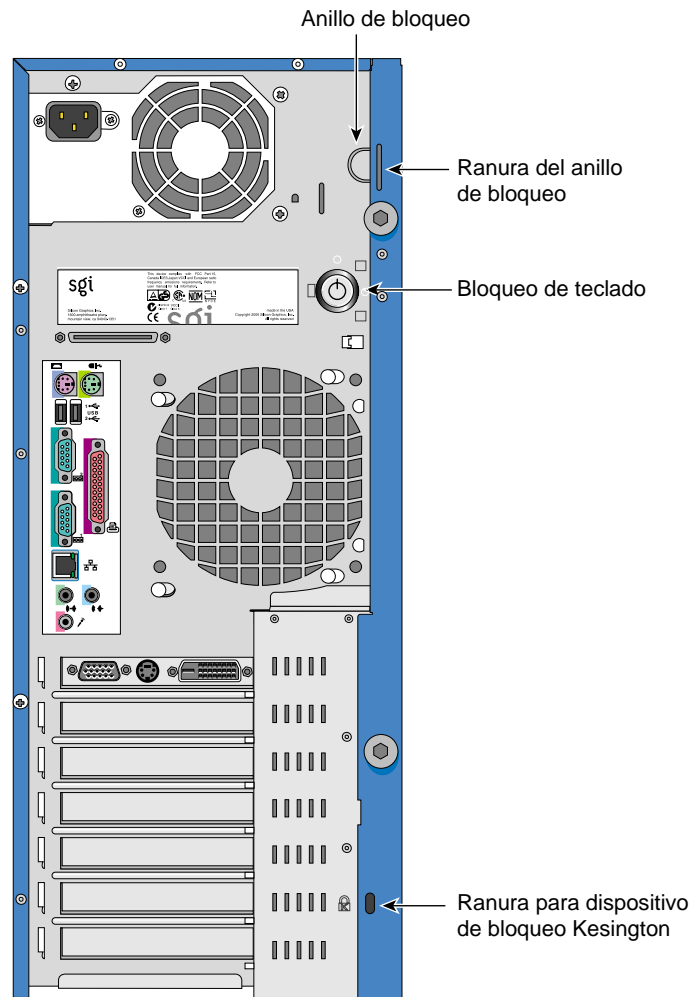

Figura 2-34 Posición del anillo de bloqueo
2. Localice el anillo de bloqueo. Consulte la posición en la Figura 2-34.
4. Localice la ranura orientada hacia la parte posterior del chasis. Consulte la posición de la ranura en la Figura 2-34.